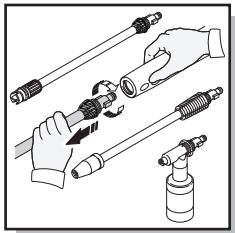

Fig. 24
- Quite lanza o detergente botella del fusil y el lugar en el poseedor accesorio (Fig. 24). Coloque el fusil en el poseedor accesorio en el lado de la arandela del poder. El resbaladero saja en las ranuras proporcionados en la espalda de la arandela del poder. Asegúrese de desechar algún detergente restante de la botella. Limpie la cabeza de botella y boca con agua dulce para prevenir atascar. Apriete la botella de detergente en el espacio entre los poseedores de lanza (Fig. 25)